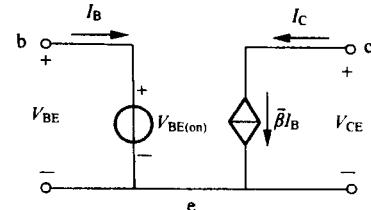

图 1-12 三极管的直流
② 三极管的直流简化电路模型如图 1-12 所示。
注意该图与图 1-12(三极管的直流简化电路模型)之间的区别。